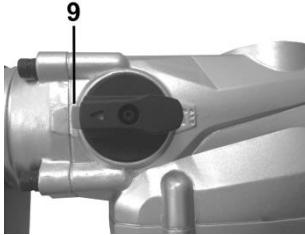
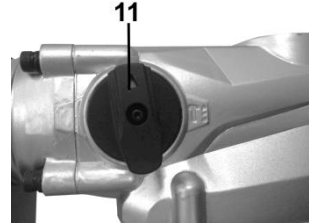

Рисунок 2-1
Рисунок 2-3
- Ударний режим (режим довбання) - перемикач (4) у положенні  (положення (9), рисунок 2-1).
- Виріб також має функцію зміни та фіксації положення площини зубила (штрабника) (положення (11), рисунок 2-3) при подальшому перемиканні у положення «Ударний режим» (положення (9), рисунок 2-1).
- Встановити перемикач (4) у положення (11), рисунок 2-3 (у цьому положенні перемикач не фіксується).
- Встановити перемикач (4) у положення (9), рисунок 2-1 (ударний режим). У цьому положенні відбувається фіксація кута нахилу встановленої насадки.